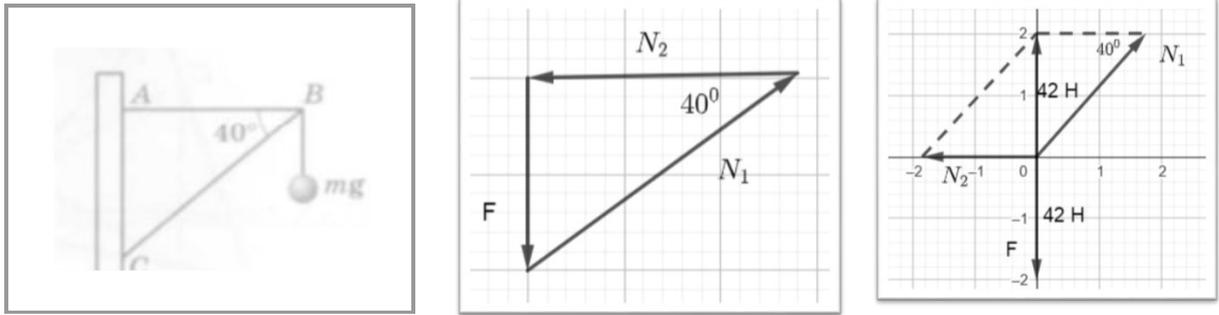

Рис. 10
3.2 К концу кронштейна приложена сила $mg=42\text{H}$ (рис.10). Найдите силу сжатия стержня BC и силу растяжения стержня AB.